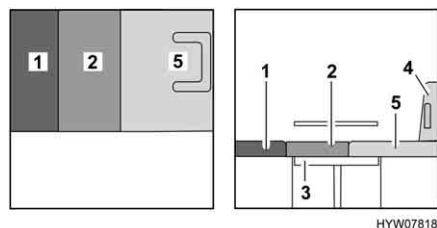

Fig. 112 Après la transformation
- Tirer le coussin d'assise (Fig. 112,2) vers l'avant.
- Placer le coussin de dossier (Fig. 112,1) entre le coussin d'assise et la paroi arrière.
- Placer le coussin supplémentaire (Fig. 112,5) sur le siège conducteur.
- Le cas échéant, repousser le siège conducteur (Fig. 112,4).